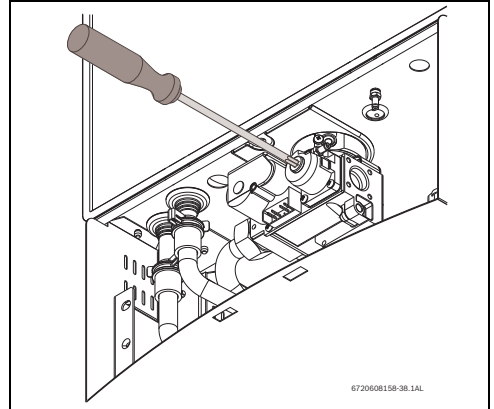

Fig. 51 Ajuste de CO₂ en modo P2
- ▶ Remover la pintura amarilla de precintado/sellado, de la tapa de protección de la parte delantera de la válvula de gas y removerla con una llave Torx nº 40, Fig.51.
- ▶ Colocar la tapa de protección de la parte delantera de la válvula de gas, Fig.51.